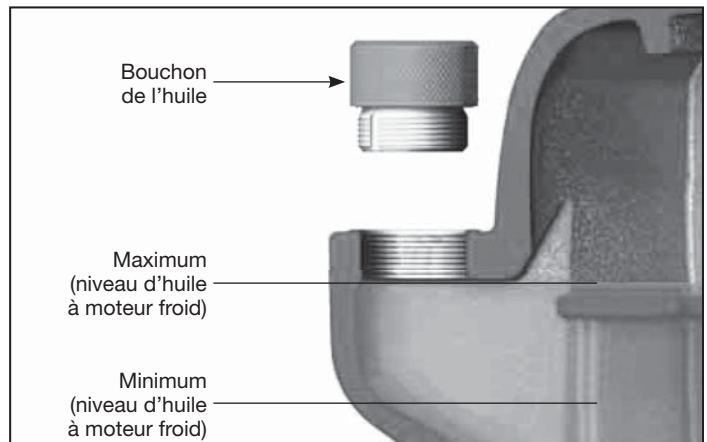

Figure 7 - Niveau d'huile
**ATTENTION** CET APPAREIL CONTIENT DE L'HUILE. Avant de faire fonctionner le compresseur, vérifier le niveau d'huile (voir Figure 7).
### VÉRIFICATION DU NIVEAU D'HUILE (Voir la Figure 7)
5. Si nécessaire, faire déborder l'huile du même type et de la même marque jusqu'au niveau maximum (voir la figure 7 et la section sur la lubrification).
1. Vérifier le niveau d'huile (voir la Figure 7).